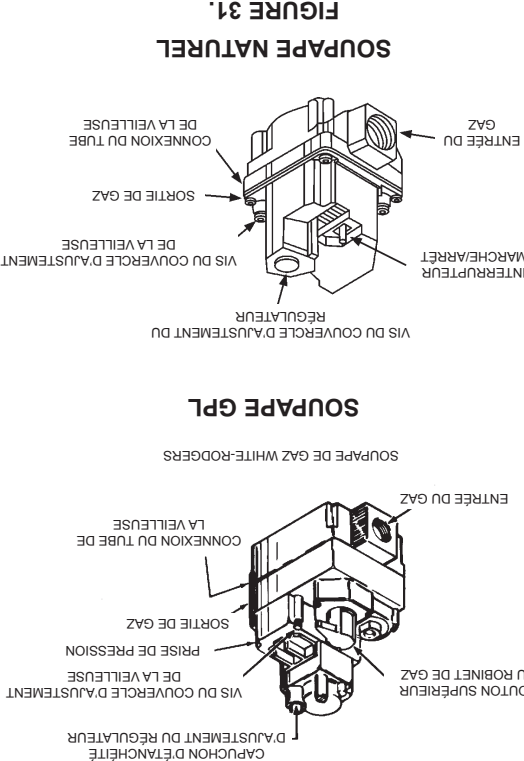

FIGURE 31.
La Figure 31 illustre les deux types de régulateurs de gaz combinés utilisés sur ces chauffe-eau. Si le régulateur de gaz devient défectueux, ne pas tenter de réparer. Un nouveau régulateur devrait être installé à la place du défectueux.
- Ajuster la flamme de la veilleuse au moyen d'un ajustement du gaz de la veilleuse dans le régulateur de gaz. Voir Figure 31.
- La flamme de la veilleuse devrait envelopper le dispositif de détection avec une flamme de 1,6 cm (5/8"), Figure 30. Enlever la vis du couvercle d'ajustement de la veilleuse, Figure 31. Tourner la vis intérieure d'ajustement dans le sens horaire pour augmenter ou dans le sens antihoraire pour diminuer la flamme de la veilleuse. S'assurer de remettre la vis du couvercle sur le régulateur de gaz après l'ajustement afin de prévenir une fuite de gaz possible.